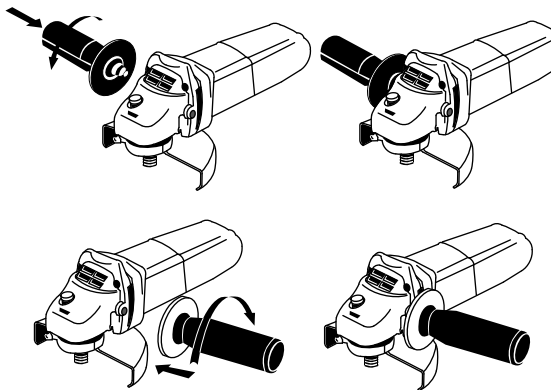

Рисунок 3 – Установка ручки
- Для управления справа установите боковую рукоятку на левой стороне редуктора, (как показано на рис. 3)